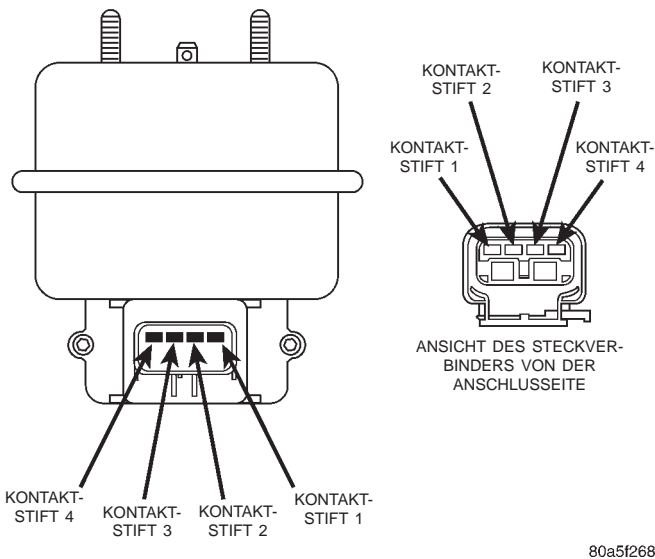

Abb. 4 Steckverbinder des Servoelements
- (1) Zündung einschalten (Motor nicht anlassen). Tempomat-Taste "ON" drücken.
- (2) Den 4-poligen Steckverbinder und den Unterdruck-Kabelbaum vom Servoelement abziehen (Abb. 4).
- (3) Überbrückungskabel zwischen Kontaktstift 3 am Servoelement und Kontaktstift 3 im Steckverbinder anschließen.
- (4) Kontaktstifte 2 und 4 am Servoelement an Masse legen. Kontaktstift 1 nicht anschließen.
- (5) Unterdruckpumpe am Unterdruckanschluß anschließen und einen Unterdruck von 34-51 kPa (10-15 Zoll) anlegen.
- (6) Strafft das Servoelement den Seilzug, das defekte Servoelement austauschen.
- (7) Kontaktstift 1 am Servoelement an Masse legen.
- (8) Überprüfen, ob der Gaszug gestrafft wird und gestrafft bleibt, solange die Unterdruckpumpe angeschlossen ist. Nach einer Minute erneut überprüfen, ob der Gaszug gestrafft ist. Ist dies nicht der Fall, das defekte Servoelement austauschen.
- (9) Masseverbindung von Überbrückungskabel lösen. Der Seilzug muß in die Grundstellung zurückkehren. Ist dies nicht der Fall, das defekte Servoelement austauschen.
- (10) Den 4-poligen Steckverbinder und den Unterdruck-Kabelbaum vom Servoelement verbinden.